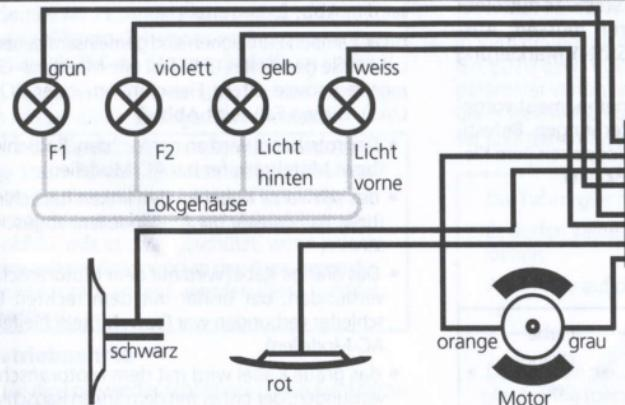

Abb.3: Anschluss des LokPilot mfx in Loks mit Sonderfunktionen gegen Gehäusemasse verschaltet
- b) Die Lampen/Funktionen sind gemeinsam gegen die Lokmasse geschaltet (z.B. fast alle Märklin®-Lokomotiven sowie ältere Fleischmann- oder ROCO-Loks). Diesen Fall zeigt Abb. 3
Loks, die nach Abb. 3 verschaltet werden, benötigen nach wie vor einen analogen Rauchheinsatz.